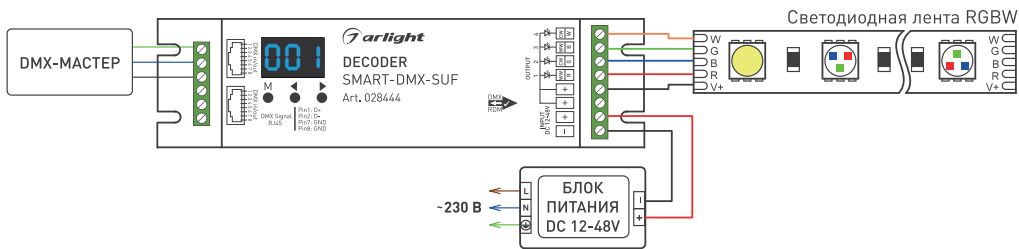

Рисунок 1. Схема подключения декодера SMART-DMX-SUF
- 3.2. Подключите декодер согласно схеме на рис. 1.